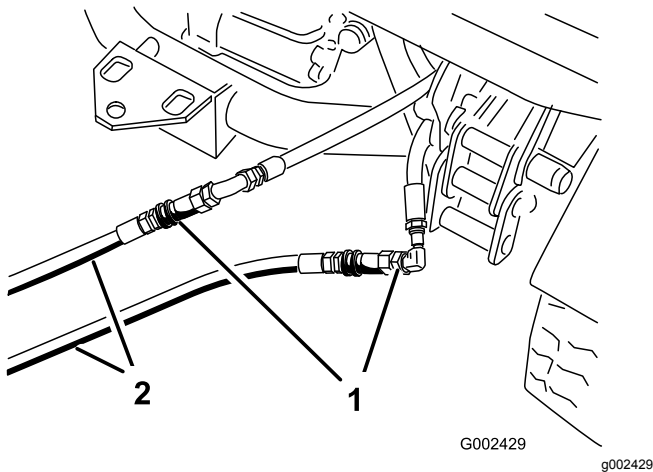

図 84
- 故障しているワークマンのカップラホースに、救援用ホース 2 本を接続する **図 84**。